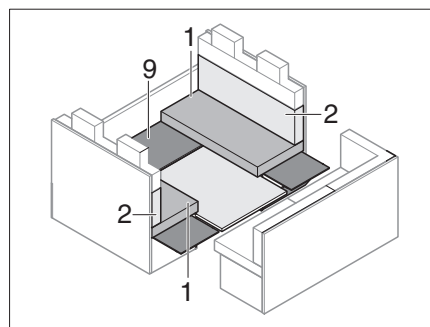

Fig. 202 Durante la transformación
- Colocar de nuevo la subestructura (Fig. 202,9).